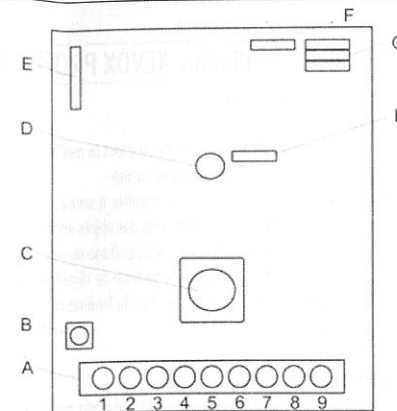

Fig. 2:
8. Verbinden Sie die Drähte mit den Anschlussklemmen (Fig. 2).
8. Attach the wires to the connection terminal (Fig. 2).